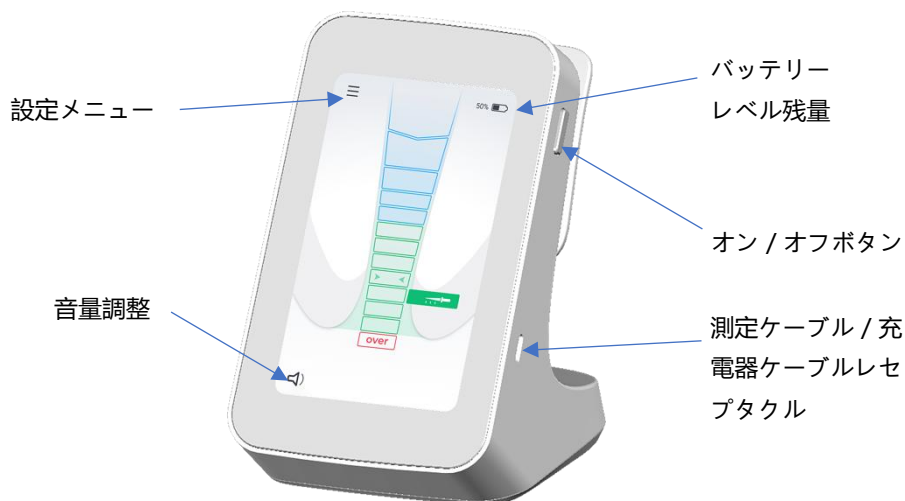

図1 正面図
3. デバイスの右側にある**X-Smart® Apex Locator** USB—C レセプタクルに充電器ケーブルを接続します。(図1を参照)